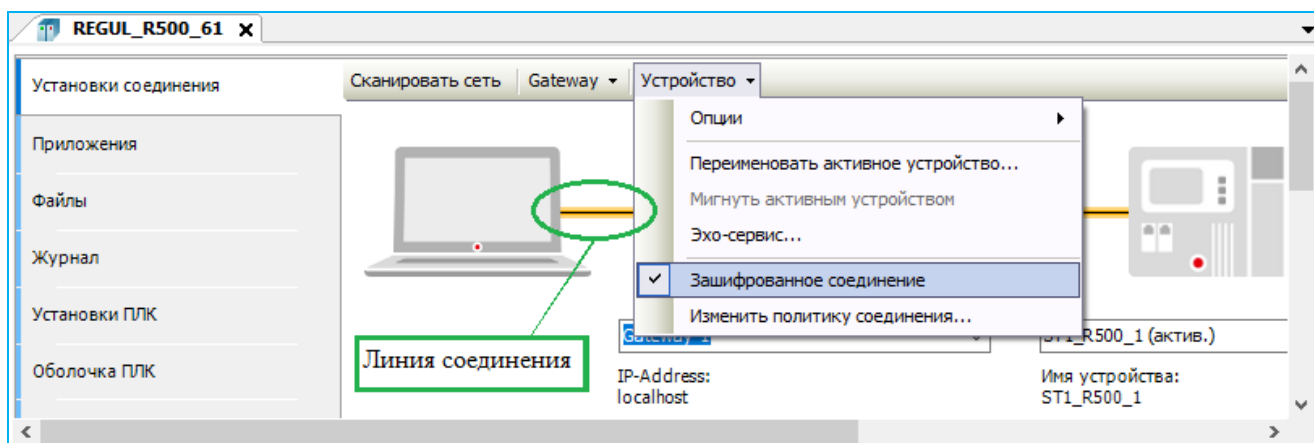

Рисунок 175 – Активация зашифрованного соединения активного
- **Необязательное шифрование (Optional encryption)** – опциональное шифрование соединения (включение/выключение). Для того, чтобы включить шифрование, достаточно будет установить галочку в строке **Зашифрованное соединение**. Линия связи в области **Установки соединения** окрасится в желтый цвет (Рисунок 175);